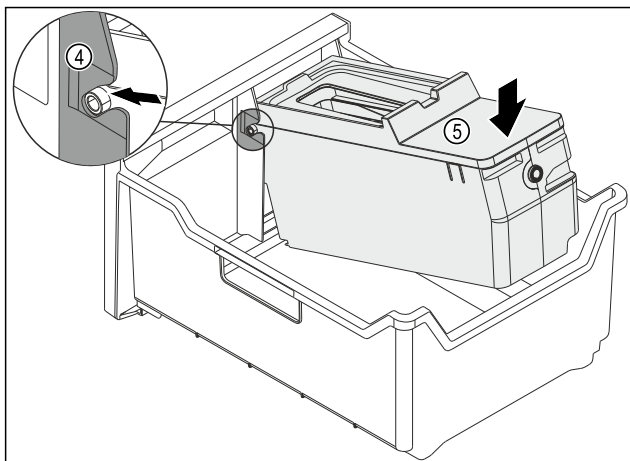

Fig. 124
- Встановіть корпус EasyTwist-Ice: Вставте осі корпусу EasyTwist-Ice в напрямні Fig. 124 (4).
- Натисніть на корпус EasyTwist-Ice Fig. 124 (5) ззаду вниз.